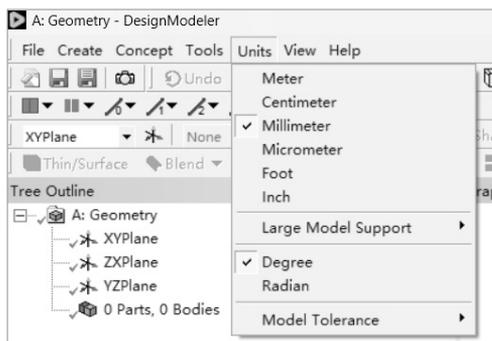

图 2-31 设置单位
(1) 在 Windows 环境下，依次执行“开始”→“所有程序”→ANSYS 2022 R1 → Workbench 2022 R1 命令。
(2) 进入 Workbench 2022 R1 后，在任务栏中单击  按钮，在弹出的 Save Case（保存项目）对话框的 File Name 处输入“chilun.wbpj”，再单击 Save 按钮，保存项目文件。
(3) 双击主界面 Toolbox 里的 Component Systems → Geometry 选项，创建分析项目 A。
(4) 双击项目 A 的第二栏 Geometry，进入 DesignModeler 界面，在 Units 菜单中设置单位为 Millimeter，单击 OK 按钮确认，如图 2-31 所示。